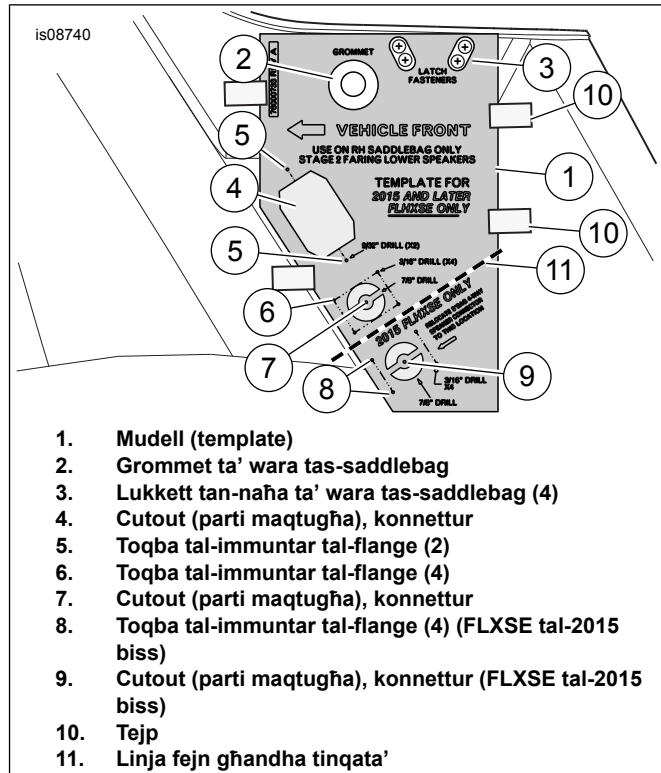
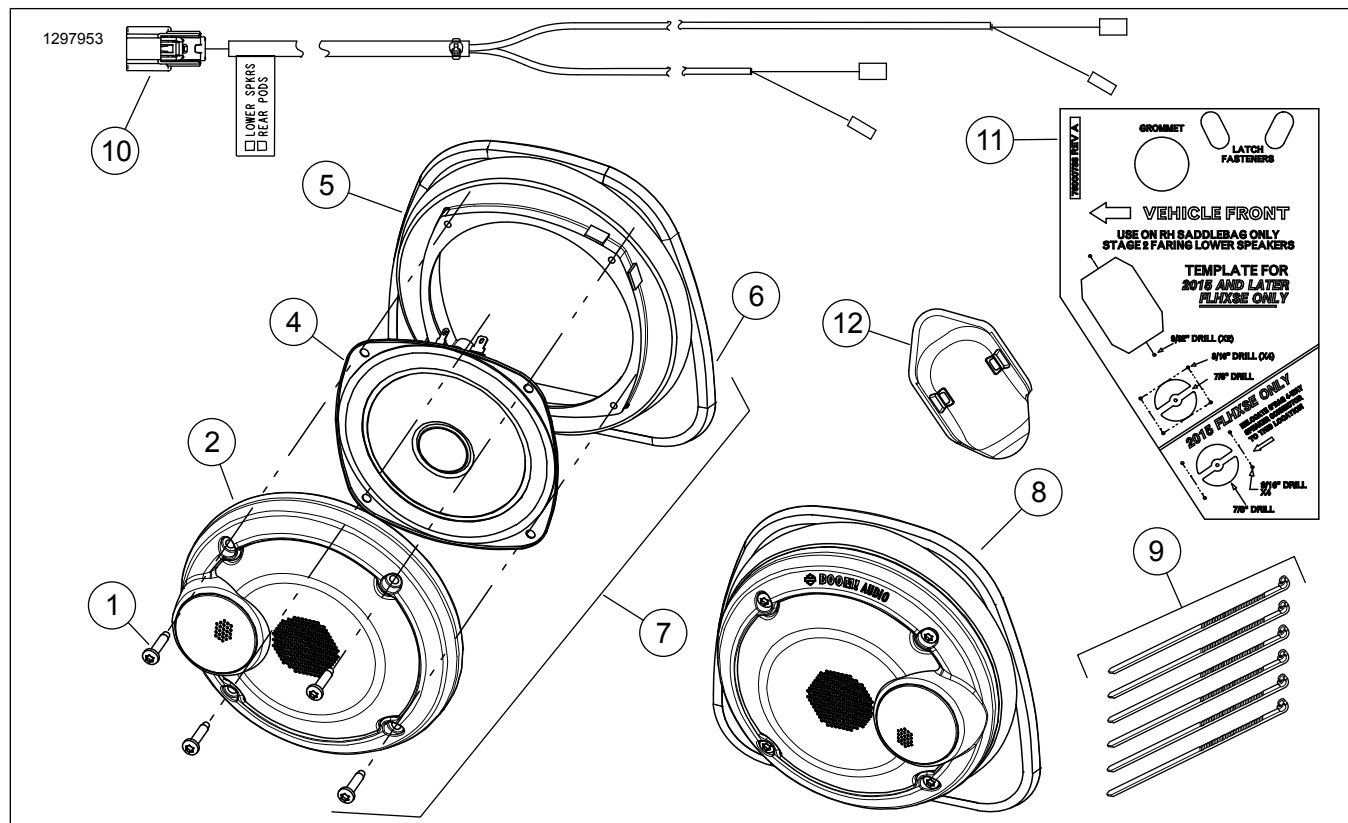

Figura 3. Cutout u Titqib tal-Installazzjoni tal-Arneż (Harness) tas-Saddlebag tal-Lemin
Figura 4. Parts tas-Service, Speakers tal-Fairing ta' Isfel
Ara Figura 4 u Tabella 1 .
1. Ara Figura 4 . **Stage I:** Għaddi l-leads iż-żgħar tat-terminal ta' fuq l-arneż tal-wajer (harness) (10) għal fuq il-fairing ta' isfel. **Stage II:** L-arneż tal-wajer (harness) (10) ma jintużax. Armi l-arneż tal-wajer (wire harness). Għaddi l-arneż tal-ġenb tal-vettura (side harness) skont l-istruzzjonijiet tal-kit tal-installazzjoni tal-amplifikatur. **ITTAQQABX** toqob fin-naħa t'isfel tal-fairing.
Ikkonnettja [313] mal-arneż tal-wajer (wire harness) (10). Ara Figura 4 . Iproċedi għas-Sezzjoni ta' TLESTIJA.
1. Ara Figura 3 . Uża l-galvu (template) (1) biex taqta' l-aperturi fis-saddlebag għall-18-way flanged connector tal-amplifikatur [289-1] **tal-fairing ta' isfel** .
- b. Poġġi l-galvu (template) fuq is-saddlebag. Allinja l-aperturi ta' fuq il-grommet (2) u l-lukkett (3). Uża t-tape (10) biex twaħħal il-galvu (template) tajjeb fil-post.
- d. Ikkopja l-profil tal-linja fejn irid isir il-qtugħ (4) fuq is-saddlebag. Ikkopja l-profil tal-linja fejn irid isir il-qtugħ (7) fuq is-saddlebag. Ikkopja l-profil tal-linja fejn irid isir il-qtugħ (9) fuq is-saddlebag.
- e. Taqqab żewġ toqob 9/32 (5) għall-postijiet tal-immuntar tal-flange tal-konnettur. Taqqab ħames toqbiet 3/16 (6) għall-postijiet tal-immuntar tal-flange tal-konnettur. Taqqab ħames toqbiet 3/16 (8) għall-postijiet tal-immuntar tal-flange tal-konnettur.
- f. Aqla' l-galvu (template). Uża air saw (surrieq imħaddem bl-arja) jew għodda simili biex taqta' l-parti li trid tinqata' (cutout) (4) fil-konnettur. Ivverifika d-daqs tal-apertura (4) mal-18-way flanged connector [289-1A] ta' fuq is-saddlebag harness (ara Figura 4 , Punt 7). Jekk meħtieġ, biex ikun jista' jidhöl f'postu sewwa, ifforma t-toqba kif jidher fuq il-galvu (template).
- a. Aqta' l-qiegħ tal-galvu (template) matul il-linja fejn irid isir il-qtugħ (11). Armi l-qiegħ tal-galvu (template).
- c. Poġġi l-galvu (template) fuq is-saddlebag. Allinja l-aperturi ta' fuq il-grommet (2) u l-lukkett (3). Uża t-tape (10) biex twaħħal il-galvu (template) tajjeb fil-post.
- e. Ikkopja l-profil tal-linja fejn irid isir il-qtugħ (4) fuq is-saddlebag. Ikkopja l-profil tal-linja fejn irid isir il-qtugħ (7) fuq is-saddlebag.
- f. Taqqab żewġ toqob 9/32 (5) għall-postijiet tal-immuntar tal-flange tal-konnettur. Taqqab ħames toqbiet 3/16 (6) għall-postijiet tal-immuntar tal-flange tal-konnettur.
- g. Aqla' l-galvu (template). Uża air saw (surrieq imħaddem bl-arja) jew għodda simili biex taqta' l-parti li trid tinqata' (cutout) (4) fil-konnettur. Ivverifika d-daqs tal-apertura (4) mal-18-way flanged connector [289-1A] ta' fuq is-saddlebag harness (ara Figura 4 , Punt 7). Jekk meħtieġ, biex ikun jista' jidhöl f'postu sewwa, ifforma t-toqba kif jidher fuq il-galvu (template).
- h. Wara li tinstalla l-18-way connector [289-1]: Installa l-kopertura tal-konnettur (12) fuqu billi tikklikkja fil-post. Orbot tajjeb il-gzuz tal-wajers bl-istrippi (cable straps) u bil-bażijiet adeżivi pprovduti mal-kit tal-installazzjoni tal-amplifikatur. Lesti Stage II tal-installazzjoni tal-amplifikatur skont l-istruzzjonijiet f'dak il-kit.
Ara Figura 3 , Items 6 u 7.